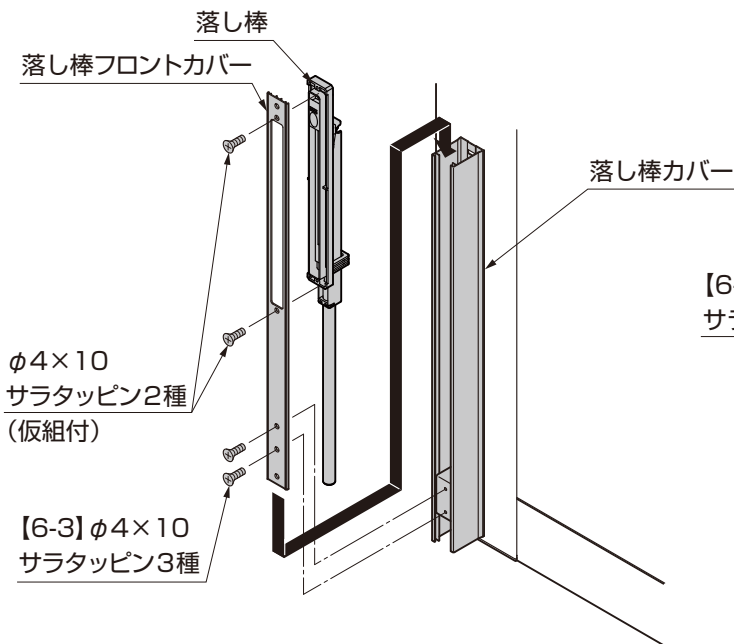
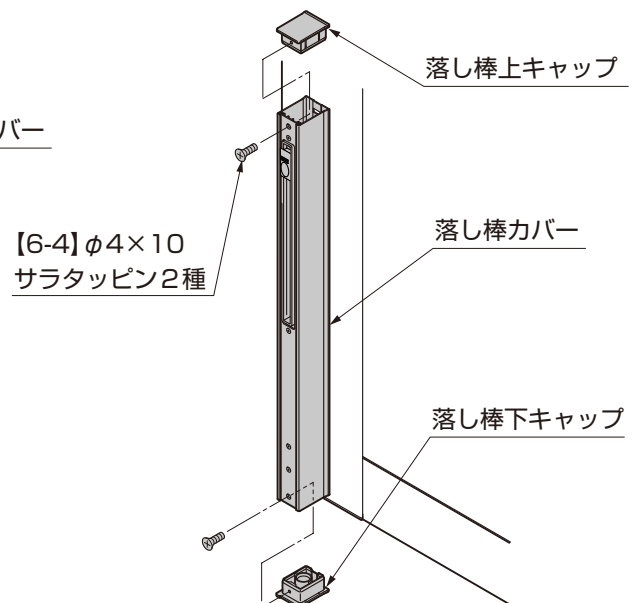

図 8-3
図 8-4
- ③仮組付けしてある落とし棒と落とし棒フロントカバーを落とし棒カバーに上から差込んで、落とし棒ガイドに【6-3】で取付けてください。(図8-3参照)
- ④落とし棒と落とし棒フロントカバーを仮組付けしているネジを締めてください。
- ⑤落とし棒カバーに落とし棒上キャップと落とし棒下キャップをそれぞれ【6-4】で取付けてください。(図8-4参照)